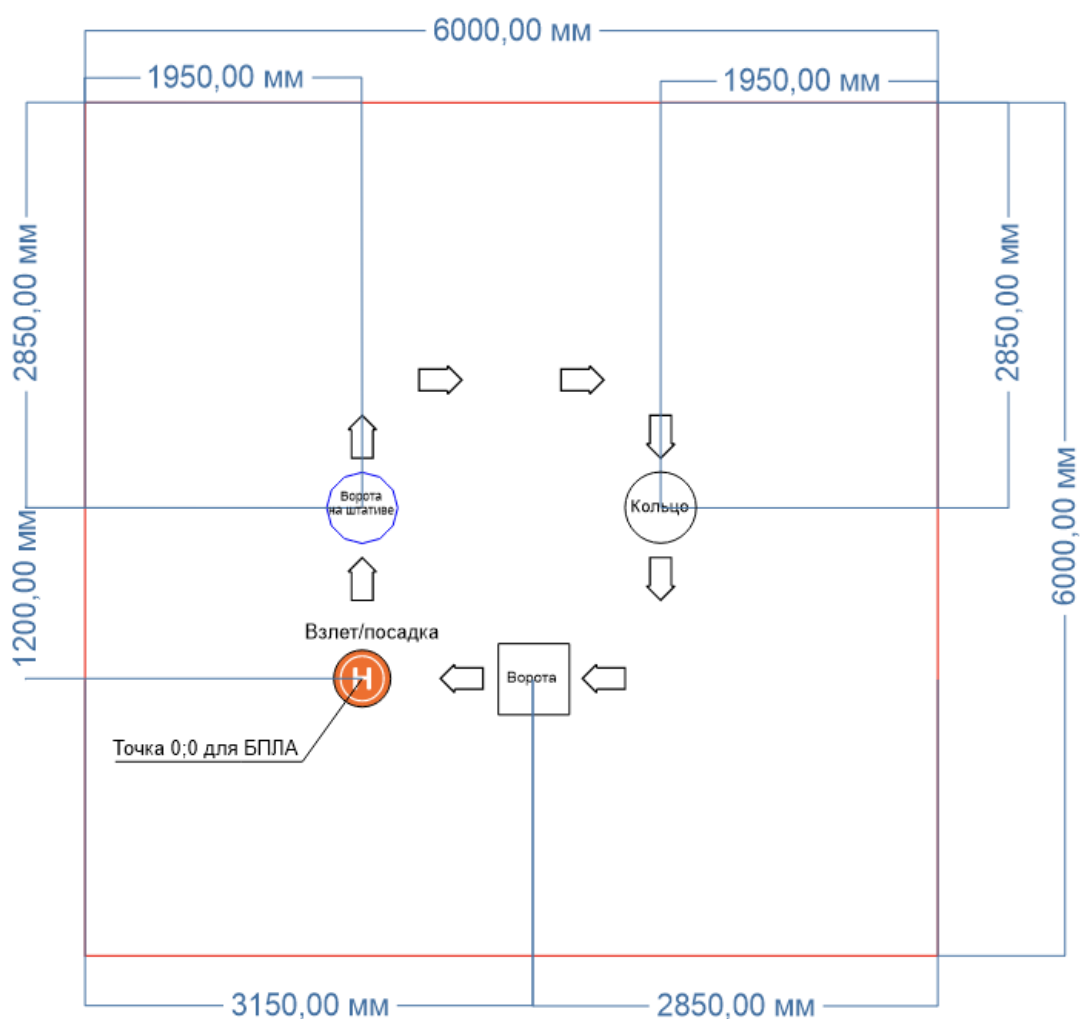

Рисунок 5. Маршрут БПЛА мультироторного типа
3.2 БПЛА мультироторного типа должен совершить полет согласно маршруту (Рисунок 5)